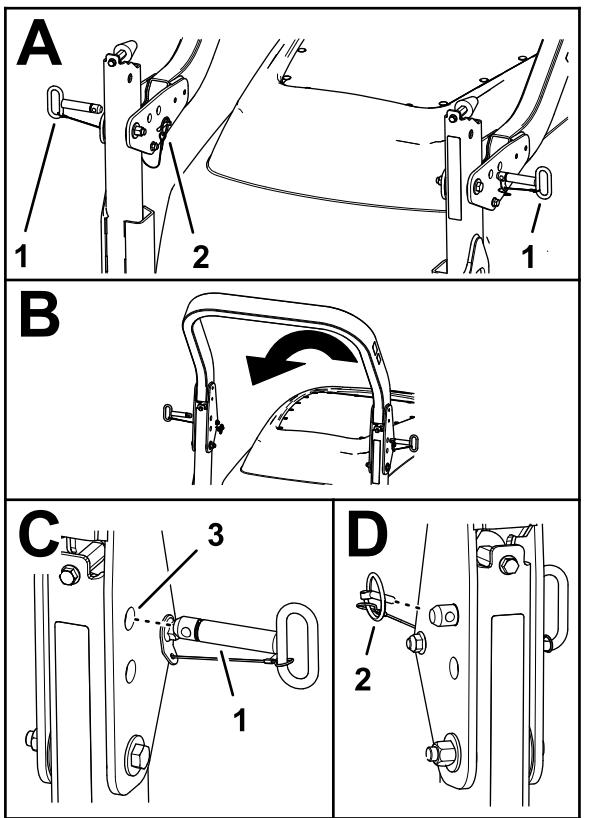

Figura 52
2. Retire los pasadores de seguridad que sujetan los pasadores de la barra antivuelco en cada lado de la barra antivuelco (Figura 52).